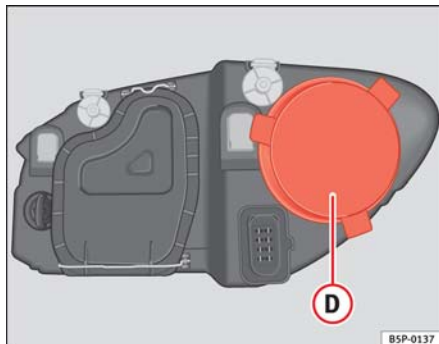

Fig. 171 Luz de población
- Retire la tapa ⇒ **fig. 171 D** tirando de la misma.